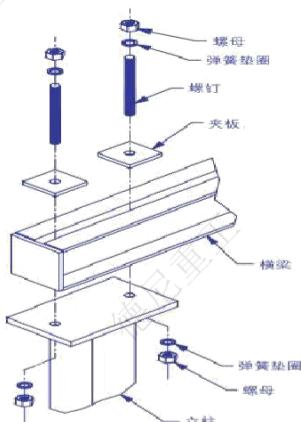
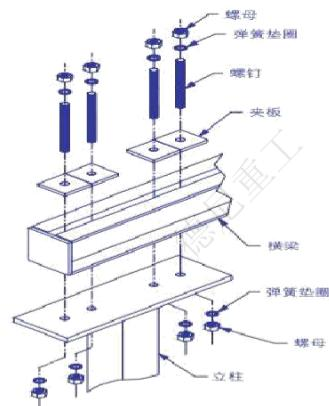

图3A. 用双螺杆安装横梁
图3B. 用四螺杆安装横梁
3.1 将横梁提起并放置在两根已安装好的立柱上（参阅所附的总装图 上有关横梁的尺寸和位置）。使用提供的夹板和紧固件将横梁同立柱连接（双螺杆连接，参见图 3A，双螺杆连接，参见图 3B）。